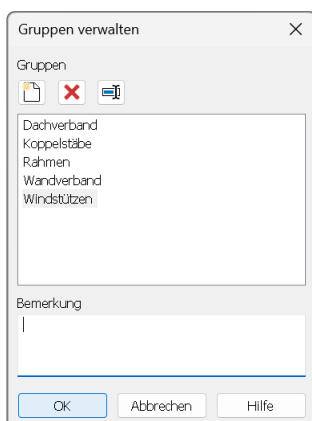

Bild 3. Verwaltung der Gruppen
Welche Gruppen im Modell zur Verfügung stehen, wird über die Gruppenverwaltung gesteuert. Sie ist über die Optionenleiste im Menüband ③ erreichbar. Dort können Anwender neue Gruppen anlegen, bestehende Gruppen umbenennen oder auch nicht mehr benötigte Gruppen löschen. Damit bietet die Gruppenverwaltung (Bild 3) alle notwendigen Optionen, um den Umfang der Gruppen im FE-Modells flexibel anzupassen und zu organisieren.